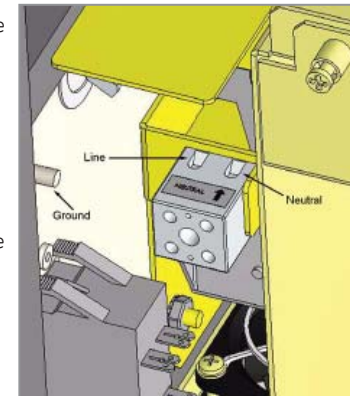

Figure 1 - Installation électrique de l'alimentation CA
Étape 4 Brancher le câblage d'alimentation et de contrôle (Figure 1).